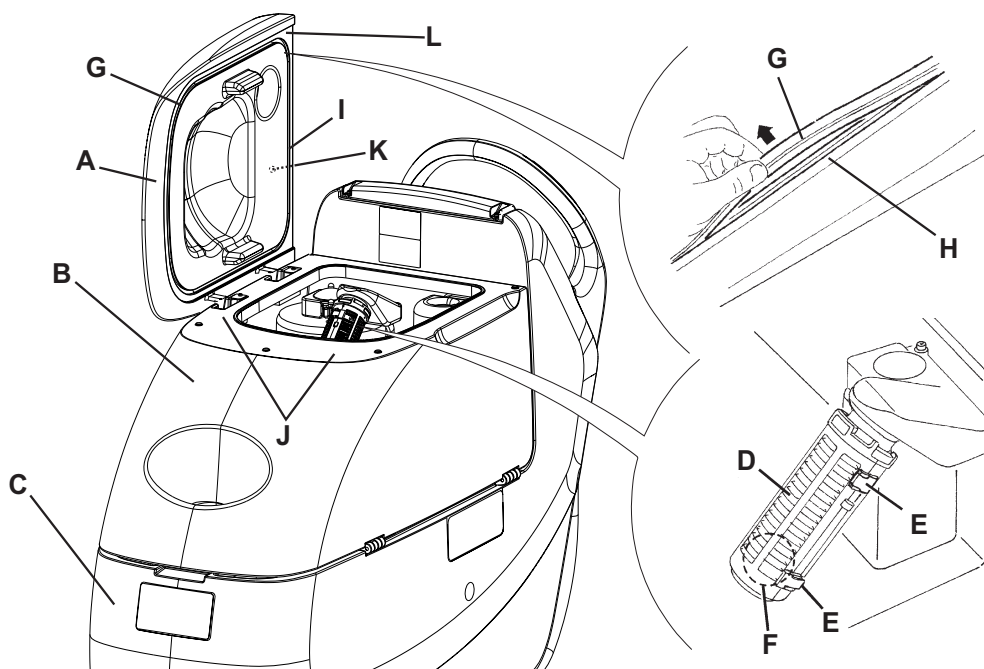

Рис. 4
1. Отсоедините шнур питания (3) от электросети и намотайте его на держатель (4).
3. Откройте крышку (18) в положение (L, Рис. 4).
4. Помойте чистой водой крышку (A), бачки (B и C) и вакуумную решетку с автоматически запирающим поплавком (D).
6. В случае необходимости освободите фиксаторы (E) и откройте решетку (D), приведите в порядок поплавки (F), очистите все компоненты и затем установите их назад.
7. Проверьте, цела ли прокладка крышки (G).